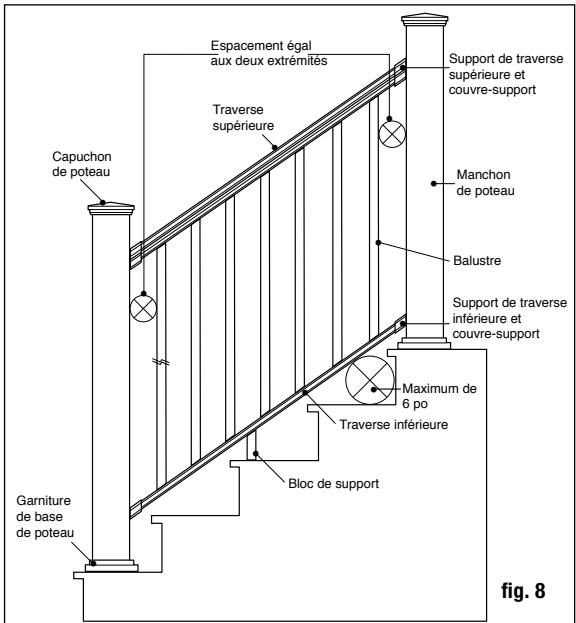
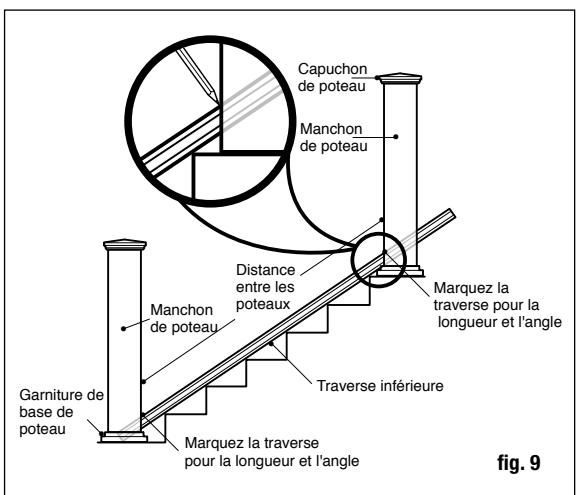

fig. 8
fig. 9
Étape 6 Mesurez la distance entre les manchons de poteaux installés pour déterminer la longueur des traverses du haut et du bas. Placez la traverse inférieure sur les gurons, près des poteaux et ajustez afin que la distance entre le premier trou de balustre et le poteau soit plus élevée qu'au moins 7 cm (2-3/4 po), puis égale aux deux extrémités (fig. 8). Marquez la traverse à la bonne
longueur et angle. Coupez la traverse du bas. Coupez la traverse du haut à la même longueur et le même angle (fig. 9).
Étape 7 Placez les bons couvre-supports et support de traverse aux extrémités de la traverse supérieure. Portez une attention particulière aux supports utilisés, sachant qu'ils ont des angles différents entre les traverses du haut et du bas. Marquez la position sur le bloc de support et joindre à la rampe inférieure. Placez la traverse inférieure entre les poteaux des gîrons de l'escalier (fig. 9). Vous pourriez devoir placer des cales entre deux nez de marche afin de surélever la traverse du bas. Vérifiez les exigences dans votre région. Généralement, une sphère de 15 cm (6 po) ne peut pas passer par le triangle formé par la traverse du bas, le giron et la contremarche (fig. 8). Centrez le support d'escalier sur le poteau. En utilisant le support d'escalier comme guide, marquez la position des vis sur le manchon de poteau et sur les deux extrémités de la traverse. Percez des trous de guidage de 1/8 po dans le manchon de poteau et la traverse. Fixez le support d'escalier au manchon de poteau grâce à des vis à tête plane n° 8-15 x 2 po - n° 2, puis fixez le support d'escalier à la traverse en utilisant des vis à minces à têtes carrées autotaraudeuses n° 8-16 x ¾ po - n° 1.